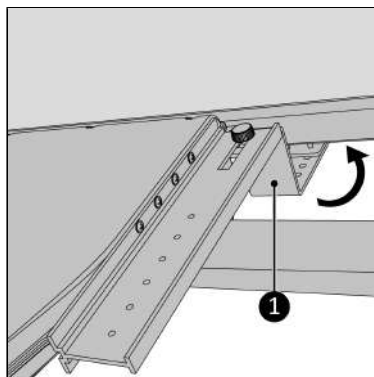

Abbildung 150.
7. Hängen Sie die Halterung um den nach außen gewölbten Teil des Fensterrahmens (Abbildung 150, Pos. 1).